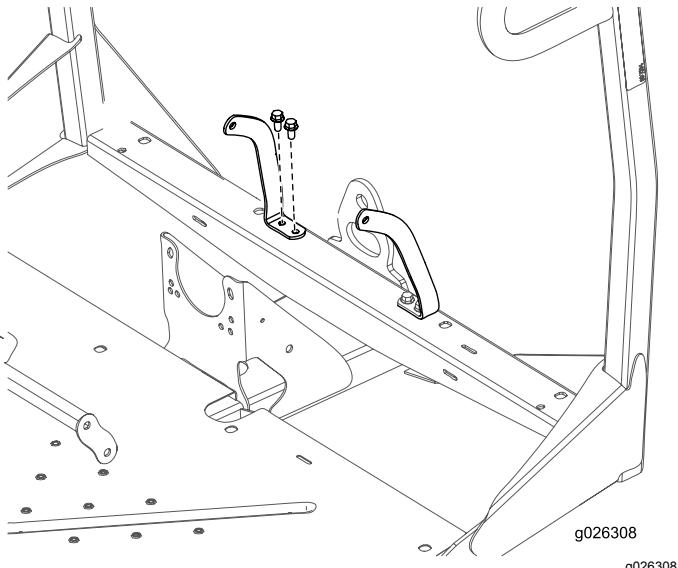

Bild 9
- Befestigen Sie den linken und rechten Sicherheitsgurtanker mit vier Schrauben (3/8" x 3/4") und vier Muttern (3/8") am Vorderrahmen, wie in Bild 9 abgebildet.